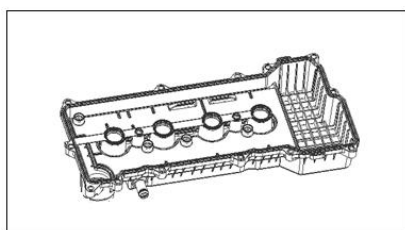

Рисунок II-57
9. Снять крышку вместе с прокладкой. (см. Рисунок II-57)